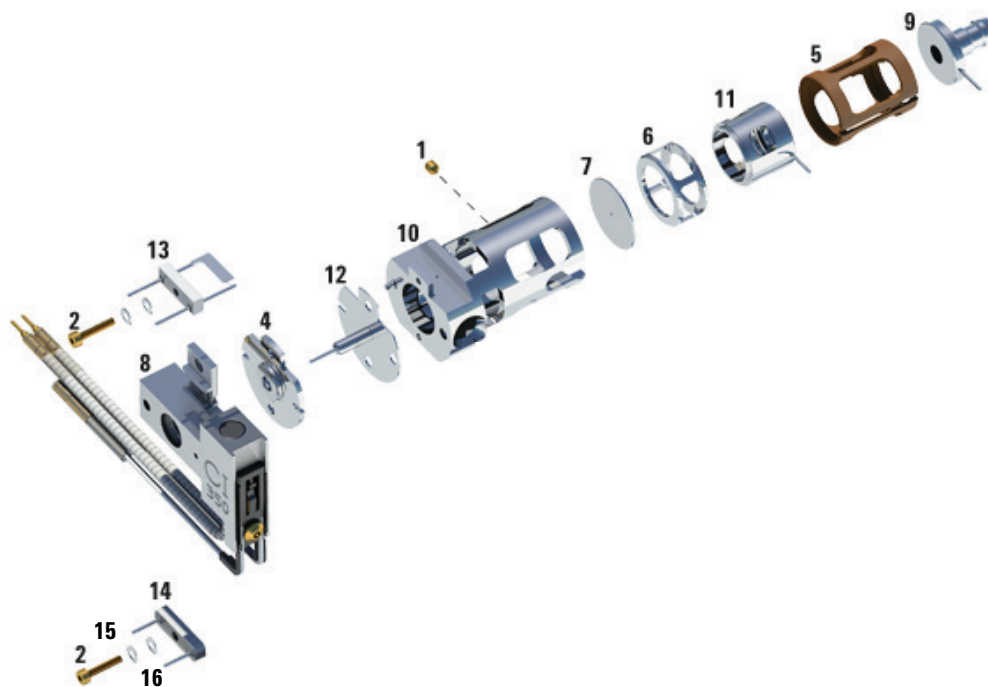

図 35 CI イオン源の分解
- 3 イオン源ヒーターアセンブリをイオン源本体から取り外します。イオン源ヒーターアセンブリは、イオン源ヒーター、リペラ、および関連部品からなります (図 35 を参照してください)。
- 4 リペラからセラミックインシュレータを取り外して、リペラアセンブリを分解します (図 35 を参照してください)。
- 6 レンズをイオン源本体から引き出し、レンズインシュレータ、イオンフォーカスレンズ、ドロアアウトシリンダ、ドロアアウトレンズ、およびエントランスレンズを分離します (図 35 を参照してください)。
表 24 CI イオン源の部品リスト (図 35)
表 24 CI イオン源の部品リスト (図 35) (続き)